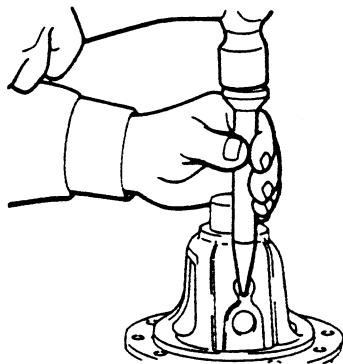

图 4-118 安装固定销
- (1) 安装固定销，如图 4-118 所示，以榔头、锥凿将固定销装入定位。